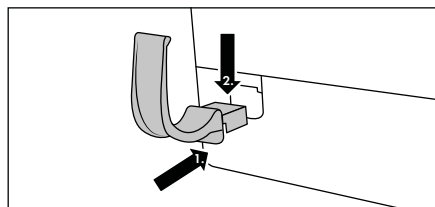

Fig. 1
- ◆ Enfoncez le support de flexible 16 dans l'orifice de l'appareil et poussez-le vers le bas pour le mettre fermement en assise (voir fig. 1).